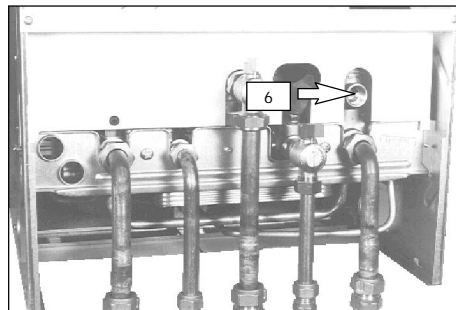

fig. 3.4
- 6 Collegare lo scarico della valvola di sicurezza (6 in fig. 3.4) ad un imbuto di scarico.